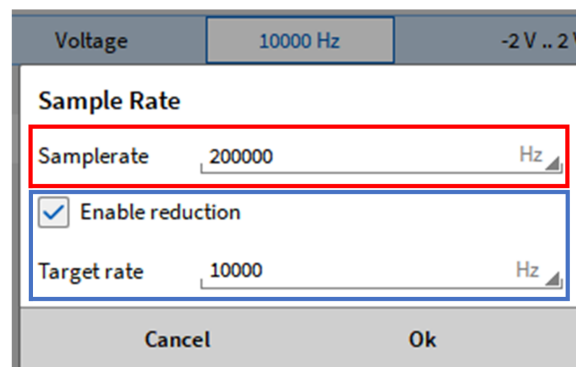

Abb. 7.37: Individuelle Kanal-Samplerate; Einstellungen
Dieses Kapitel erklärt das Arbeitsprinzip hinter der individuellen Kanal-Samplerate. Die Samples werden physikalisch mit der definierten Abtastrate abgetastet (rot markiert in Abb. 7.37). Wenn eine Reduktion aktiviert ist, kann eine Ziel-Samplerate vom Benutzer ausgewählt werden (blau markiert in Abb. 7.37), welche im Hintergrund in einen ganzzahligen Teiler konvertiert wird und nicht benötigte Samples werden übersprungen.
This chapter shortly explains the working principle behind the channel-wise sample rate selector. The samples are physically sampled with the set sample rate, which is defined in the channel list (red box in Abb. 7.37). If the reduction is enabled the user can set a reduced sample rate (blue box in Abb. 7.37) which is converted to an integer divider in the background and unnecessary samples are skipped
- Durch Klicken auf den + Button kann ein Punkt mit x- und y-Wert hinzugefügt werden (siehe Abb. 7.37)